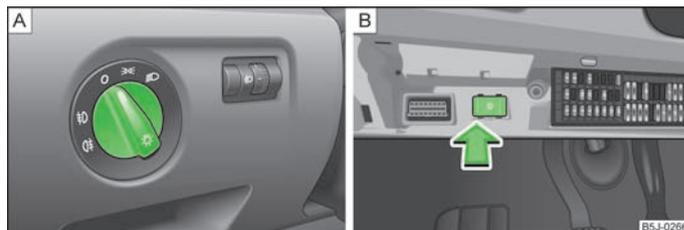

Abb. 20 Schalttafel: Lichtschalter / Sicherungsfach: Schalter für Tagfahrlicht
Bei Fahrzeugen mit **Rechtslenkung** weicht die Anordnung der Schalter zum Teil von der in » Abb. 20 gezeigten Anordnung ab. Die Symbole, die die Schalterstellungen markieren, sind jedoch gleich.
- Den Lichtschalter » Abb. 20 -  $\square$  in Stellung  $\Rightarrow$  drehen.
- Den Lichtschalter in Stellung 0 drehen » Abb. 20 - **A**.
- Den Schalter für das Tagfahrlicht einschalten » Abb. 20 - **B**.
- Den Schalter für das Tagfahrlicht ausschalten » Abb. 20 - **B**.
- Den Lichtschalter in die Stellung Standlicht  $\approx\leftarrow$  oder Abblendlicht  $\Rightarrow$  umschalten » Abb. 20 - **A**.